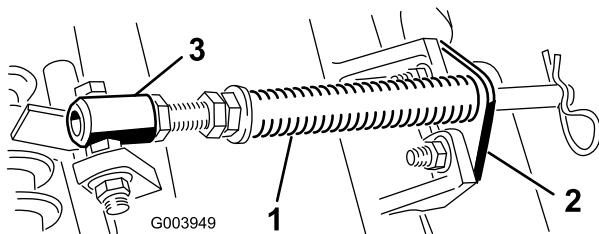

Рисунок 4
- A. Выверните два каретных болта и две гайки крепления кронштейна штока к выступам режущего блока (Рисунок 4).
- B. Удалите фланцевую гайку крепления болта трубки пружины к выступу несущей рамы (Рисунок 4). Удалите этот узел.